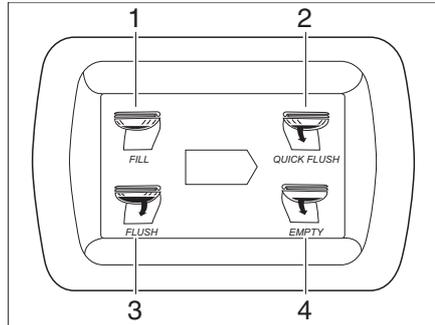

Bild 167 Bedieneinheit Festtank-Toilette
- Bei Einstellung TROCKEN und starker Beanspruchung die Taste Fill (Bild 167,1) drücken. Das Becken wird mit 1 Liter Wasser befüllt.
- Je nach Beanspruchung Taste Quick Flush (Bild 167,2) oder Flush (Bild 167,3) drücken (siehe Tabelle).
- Bei Bedarf Taste Empty (Bild 167,4) drücken. Das Becken wird komplett geleert.